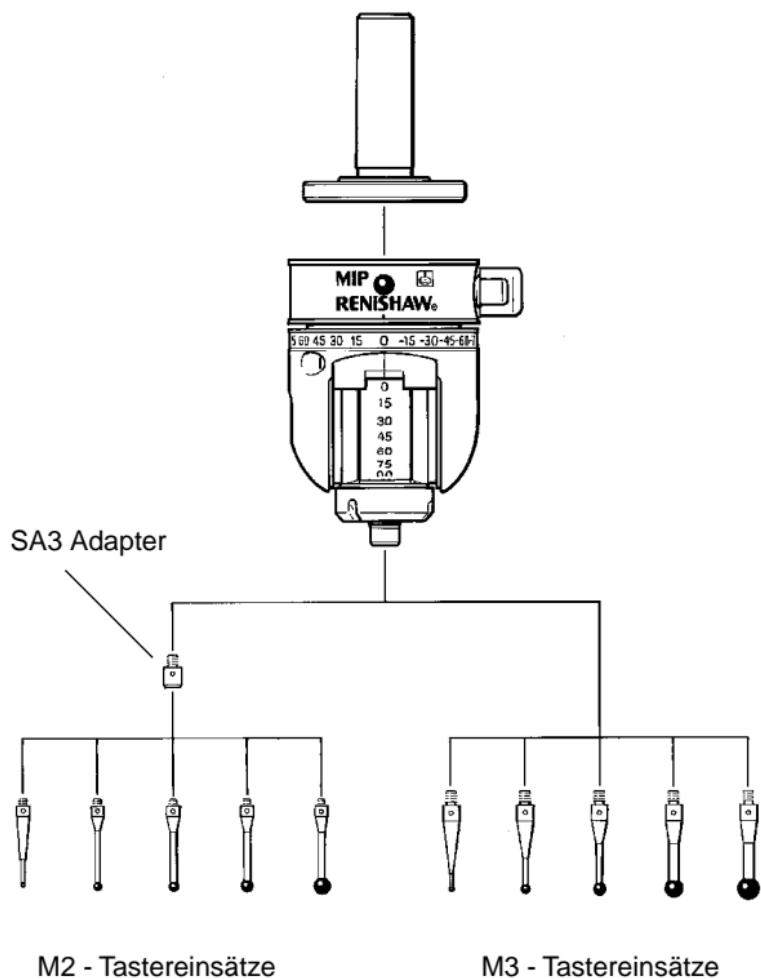

Abbildung 7 - Tastereinsätze
8.2 Tastereinsätze (Siehe Abbildung 7)